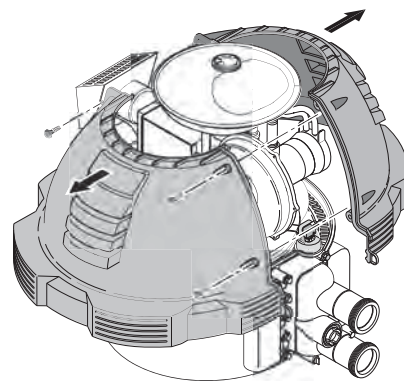

Figure 28.
5. Retirer le(s) capotage(s) en dévissant les vis qui raccordent les deux demi-corps, voir la Figure 28.
3. Retirer le(s) capotage(s), voir la Figure 28.